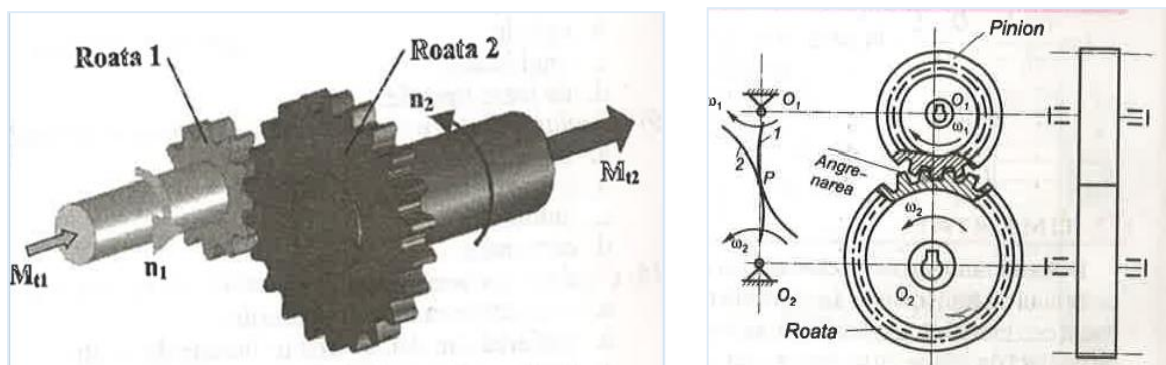

Fig. 1- *Elementele componente ale transmisiei prin roți dințate*
**Transmisiiile prin roți dințate** sunt angrenajele care realizează transmiterea mișcării de rotație între doi arbori, formate dintr-o roată conducătoare și o roată condusă, prevăzute cu dantură periferică. (Fig. 1- *Elementele componente ale transmisiei prin roți dințate*)